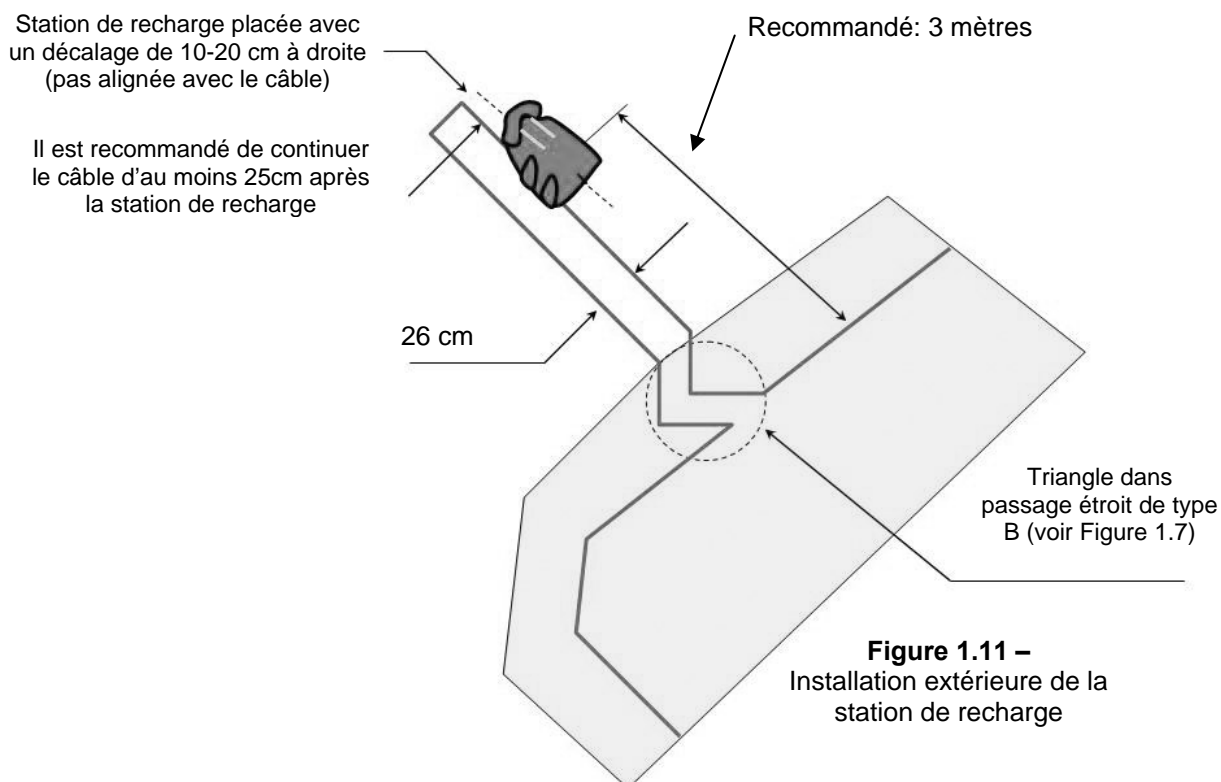

Figure 1.11 –
- Placez la station de recharge selon votre plan, la barrière donnant vers l'intérieur de la pelouse, comme indiqué dans la Figure 1.11 ou 1.13 ;